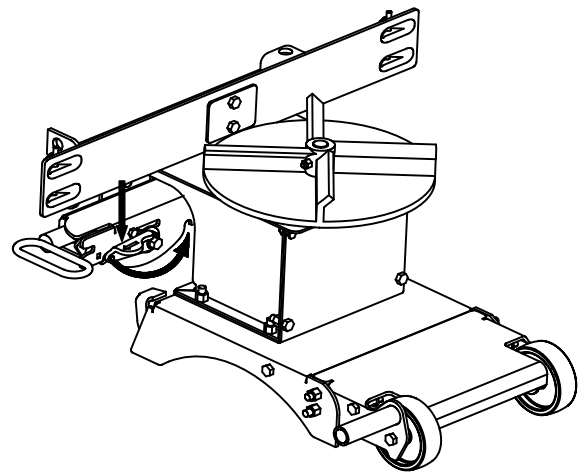

Bild 9. Hebel Rotation G10599
4. Drehen Sie den Aufnahme Hebel gegen den Uhrzeigersinn auf die „AN“ Position. Siehe Bild 9.